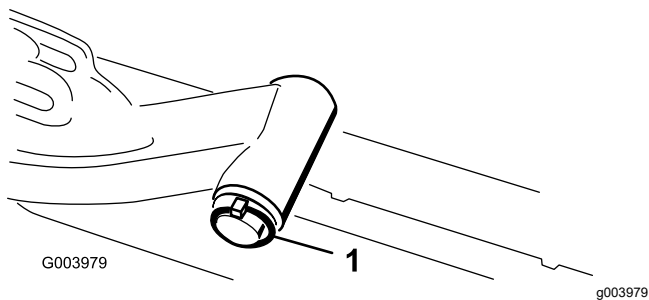

図 11
- A. 昇降アームのピボットシャフトを昇降アームに固定しているリンチピンとワッシャを外し、昇降アームからピボットシャフトを抜き出す 図 11。
C. 昇降アームのシャフトを昇降アームに通して、ワッシャとリンチピンで固定する 図 11。